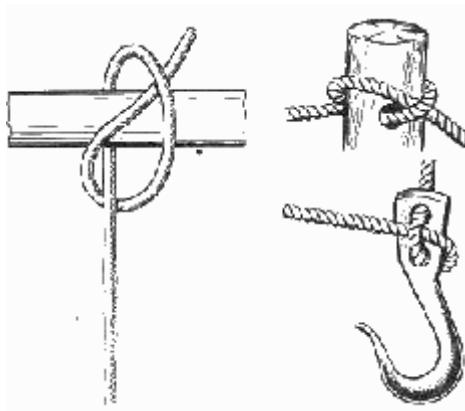

Рис. 44. Самозатягивающийся узел
**Самозатягивающийся узел** (рис. 44). Из всех примитивных узлов этот, пожалуй, самый оригинальный, что называется “проще не придумаешь”. К коренной части троса этого узла можно приложить тягу, сопоставимую прочности троса, и он будет надежно держать. Чем больше тяга, тем сильнее шлагом прижимается свободный ходовой конец, узел сам себя затягивает. Это, по существу, простейшая форма удавки (см. рис. 65).